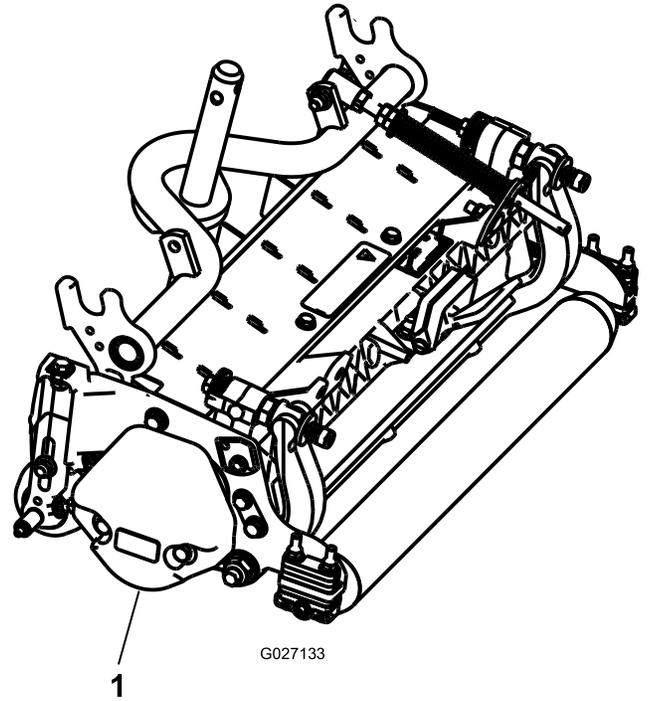

图4
3. 按照配重块套件 图4 安装说明的描述确保将配重块安装到滚刀组正确的一端上。